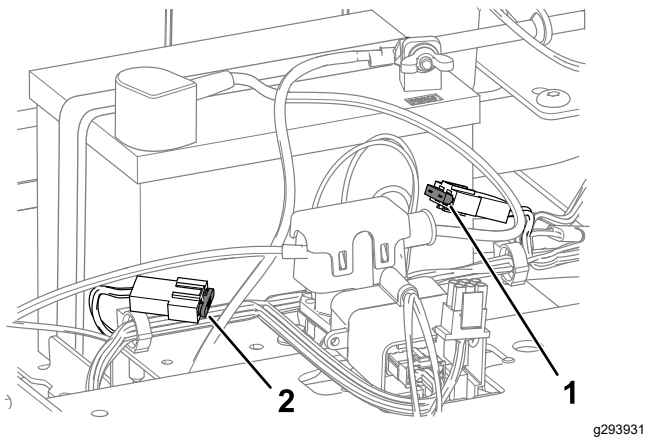

Figure 54
4. Pour remplacer un fusible, tirez dessus pour l'enlever (Figure 54).